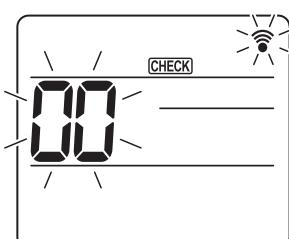
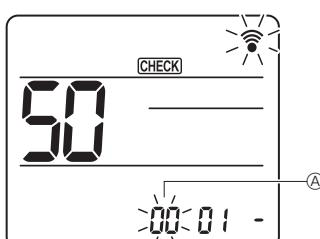
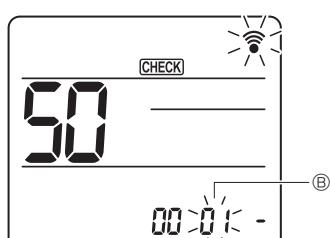
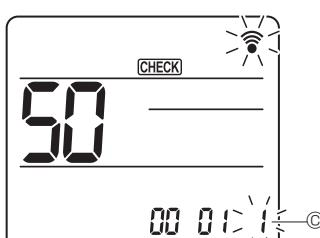

Fig. 7-16
Fig. 7-17
Fig. 7-18
Fig. 7-19
7.4.2. À l'aide de la télécommande sans fil (Fig. 7-16, Fig. 7-17, Fig. 7-18, Fig. 7-19)
① Accès au mode de sélection des fonctions
[CHECK] s'allume et "00" clignote. (Fig. 7-16)
② Réglage du numéro d'appareil
Appuyez sur les touches **Δ** pour régler le numéro d'appareil ①. (Fig. 7-17)
③ Sélection d'un mode
Appuyez sur les touches **Δ** pour régler le numéro de mode ②. (Fig. 7-18)
④ Sélection du numéro de réglage
Utilisez la touche **Δ** pour changer le numéro de réglage ③. (Fig. 7-19)